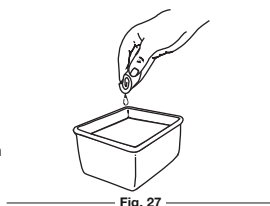

Fig. 27
- Lave el filtro con agua y detergente (Fig. 27). Enjuague bien el filtro y déjelo secar.